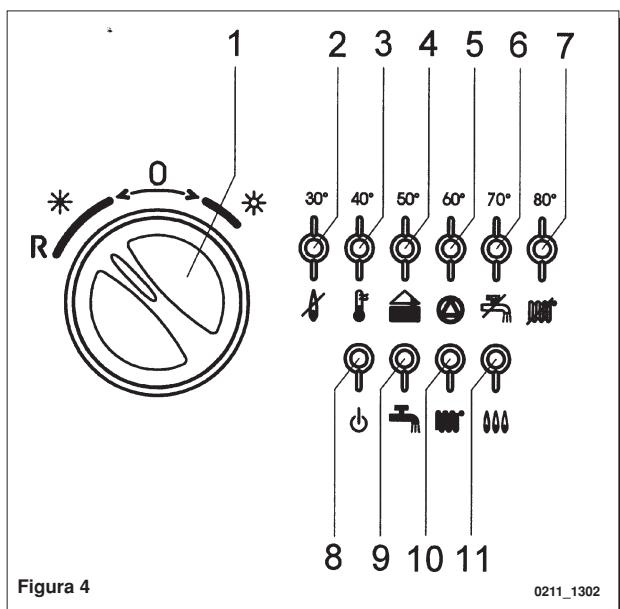

Figura 4
Advertência: aquando do primeiro acendimento, é possível que o queimador não se acenda devido à presença de ar no tubo do gás com o consequente bloqueio da caldeira. Neste caso, convém repetir as operações de acendimento, até que o gás chegue no queimador, posicionando momentaneamente o botão (1) em **R** (vide também figura 4).